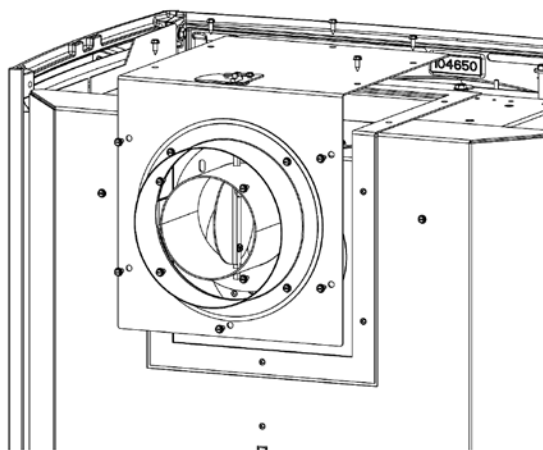

Figure 6a. Buse d'évacuation relocalisée à l'arrière.
3. Relocalisez la buse d'évacuation à la sortie arrière et fixez-la avec les vis retirées précédemment. Voir fig. 6a.